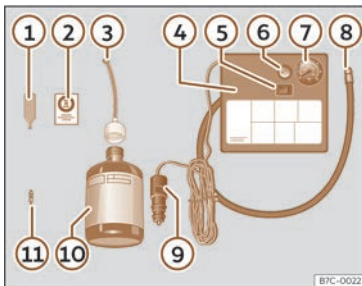

Fig. 199 Représentation standard : contenu du kit anticrevaison.
Le kit anti-crevaison se trouve dans le coffre à bagages, sous le revêtement de plancher. Il inclut les éléments suivants >>> fig. 199 :
- Dévissez le capuchon et l'obus de la valve du pneu. Utilisez l'appareil >>> fig. 199 ① pour extraire l'obus. Placez-le sur une surface propre.
- Agitez fortement la bouteille de produit de colmatage des pneus >>> fig. 199 ⑩.
- Vissez le tuyau de gonflage >>> fig. 199 ③ sur la bouteille de produit de colmatage. Le plombage du goulot de la bouteille est automatiquement percé.
- Retirez le bouchon du tuyau de remplissage >>> fig. 199 ③, puis vissez l'extrémité ouverte du tuyau sur la valve du pneu.
- Placez de nouveau l'obus avec l'outil >>> fig. 199 ① sur la valve du pneu.
- Vissez le tuyau de gonflage du pneu du compresseur >>> fig. 199 ⑧ sur la valve du pneu.
- Vérifiez si la vis d'évacuation d'air est serrée >>> fig. 199 ⑥.
● Branchez le connecteur >>> **fig. 199 ⑨** à la prise de courant de 12 volts du véhicule >>> page 248.
● Raccordez le compresseur d'air au commutateur ON/OFF >>> **fig. 199 ⑤**.
● Collez l'autocollant >>> **fig. 199 ②** sur le combiné d'instruments, dans le champ de vision du conducteur.
Revissez le tuyau de gonflage >>> **fig. 199 ⑧** et vérifiez la pression du manomètre **⑦**.